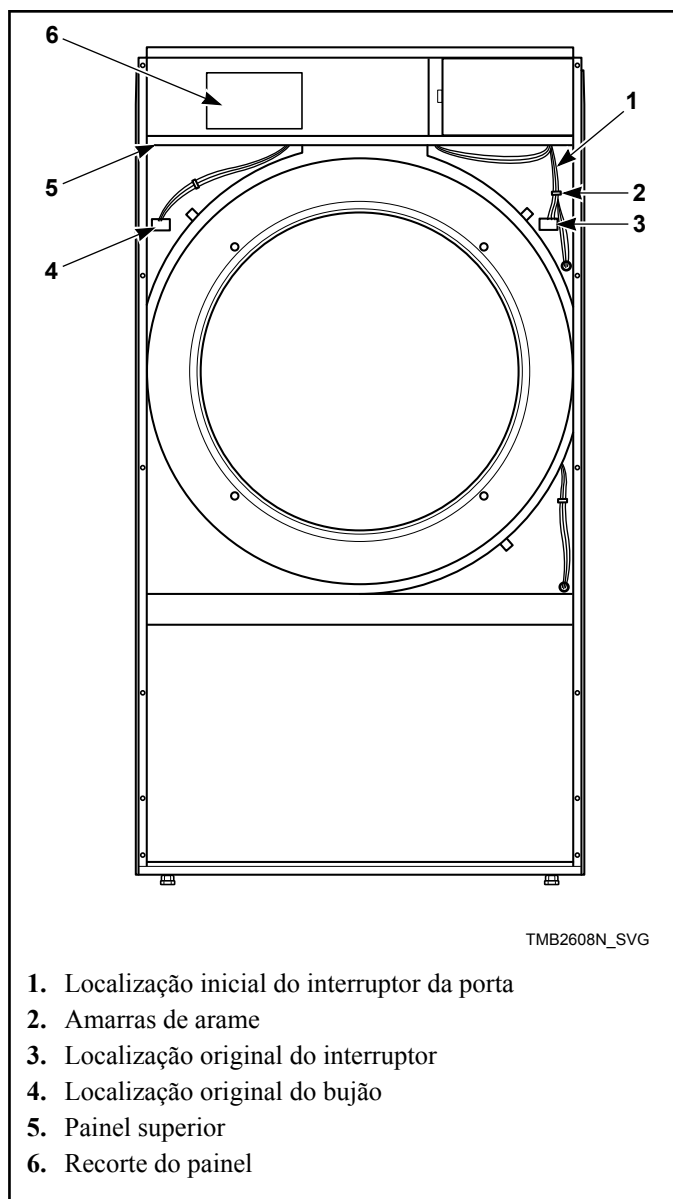

Figura 10
7. Corte as amarras de arame para remover o conjunto do chicote do interruptor da porta. Tenha cuidado para não danificar os fios do chicote. Consulte a *Figura 10*.